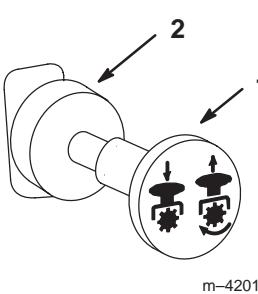

Figure 16
- Placez la commande de prise de force (PDF) en position désengagée (Fig. 16).